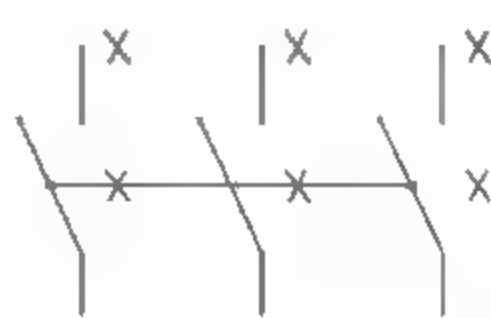

图7-19 分解图块
**02** 调用X【分解】命令，分解图块对象，任选一条直线，查看分解效果，如图7-19所示。